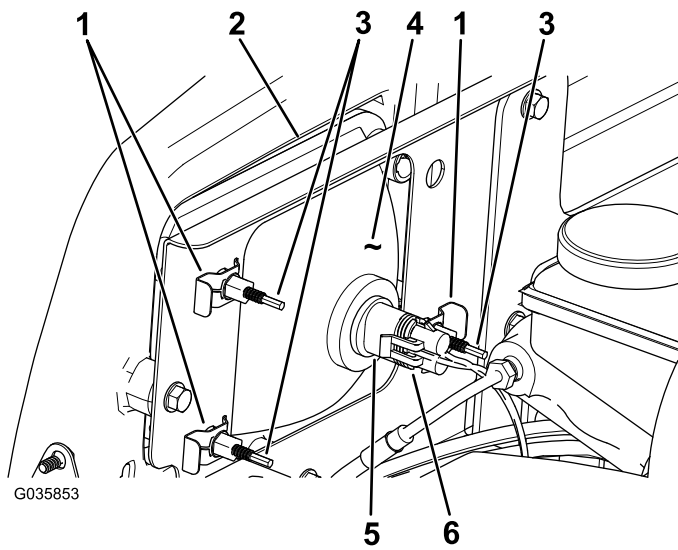

Figura 42
3. Desconecte el conector eléctrico del arnés de cables del conector del conjunto de la lámpara (Figura 42).
4. Retire los conectores rápidos que sujetan el faro al soporte del faro (Figura 42).
5. Retire el faro desplazándolo hacia adelante y pasándolo por el hueco del parachoques delantero (Figura 42).
6. Introduzca el faro nuevo a través del hueco del parachoques (Figura 42).
8. Conecte el conector eléctrico del arnés de cables al conector del conjunto de la lámpara (Figura 42).
2. En la parte trasera del faro, gire los tornillos de ajuste (Figura 42) para pivotar el conjunto y ajustar de la posición del haz de luz.